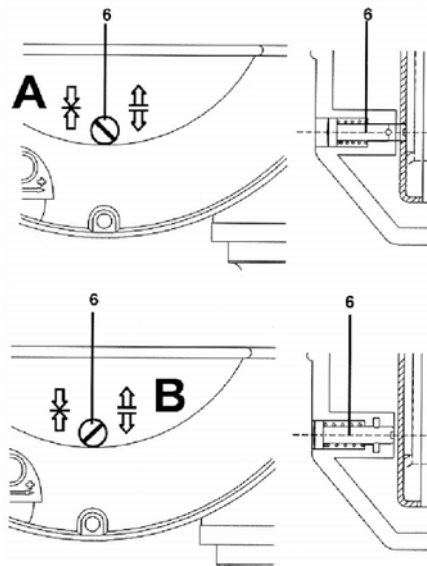

Abbildung 5
- Achten Sie darauf, dass die Verschlussschraube (6) die Endposition erreicht. Die Drehung kann nur mit einem Schraubenzieher (Abbildung 5) erfolgen.
- Für die umgekehrte Operation, die Freigabe der Drehung, identisch zur Vorhergehenden. Achten Sie darauf, dass die Last am Federzug angebracht wurde. Andernfalls könnte es zu einem gefährlichen „Peitschenschlag“ durch das zurückschnellende Seil (28) kommen.